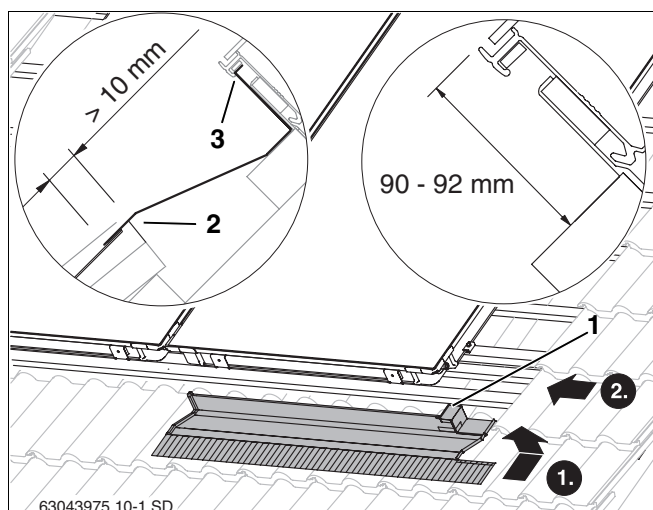
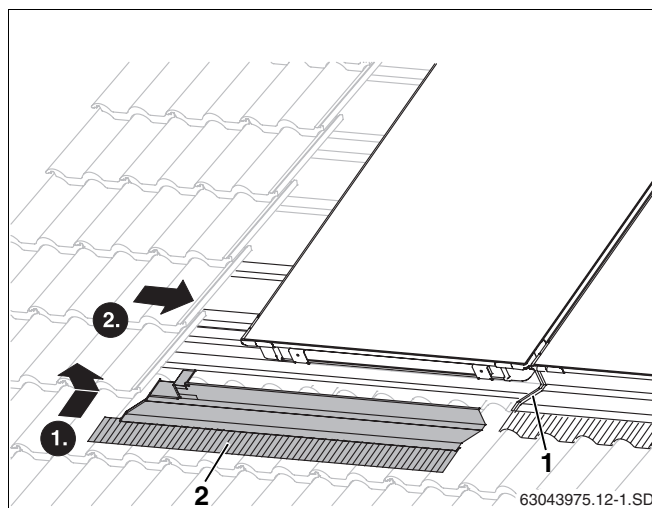

Fig. 43 Profilo sagomato d'integrazione inferiore destro
Fig. 46 Montaggio del profilo d'integrazione inferiore sinistro
- Inserire il bordo superiore del profilo d'integrazione inferiore destro nell'impugnatura del lato inferiore del collettore (fig. 43, **pos. 3**).
- Spingere il profilo d'integrazione verso il collettore in maniera tale che anche il bordo corto destro (fig. 43, **pos. 1**) faccia presa nell'impugnatura del collettore.
Il profilo d'integrazione deve poggiare sul coppo per almeno 10 mm (fig. 43, **pos. 2**).
- Il profilo d'integrazione inferiore sinistro va posizionato (fig. 46, **pos. 2**) e montato come quello destro (fig. 43).
Rimuovere il foglio di protezione del nastro adesivo dei profili d'integrazione (fig. 46, **pos. 1**) solo dopo aver avvitato tutte i profili.